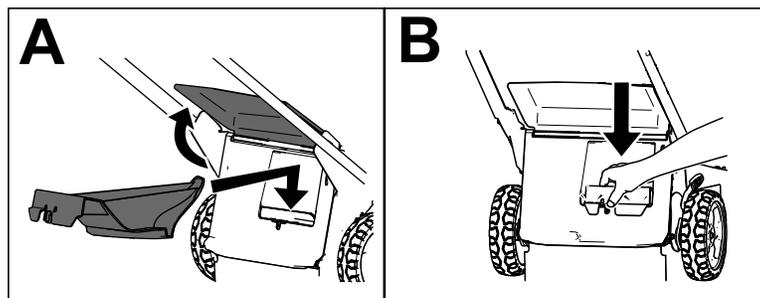

Figura 17
**Importante:** Asegúrese de que el tapón trasero está bloqueado en su sitio. Para bloquear el tapón, eleve el deflector trasero. (Figura 17, A) y presione firmemente hasta que encaje en su lugar (Figura 17, B).